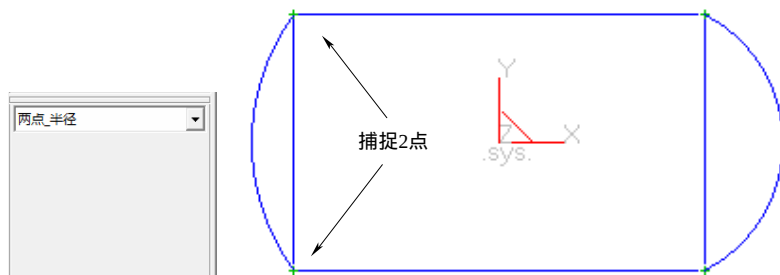

图 8-77 绘制圆弧
4) 选择下拉菜单“造型”→“曲线生成”→“圆弧”命令，或者单击“曲线生成栏”工具栏上的“圆弧”按钮, 选取“两点_半径”画圆弧方式，选择图 8-77 所示的两点，输入半径 42mm，绘制圆弧。